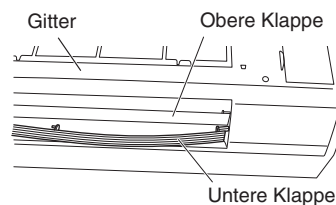

Abb. 3-14
- (5) Die untere Klappe durch aufeinanderfolgendes Lösen der vier Stifte der unteren Klappe entfernen. (Abb. 3-14 und 3-15)